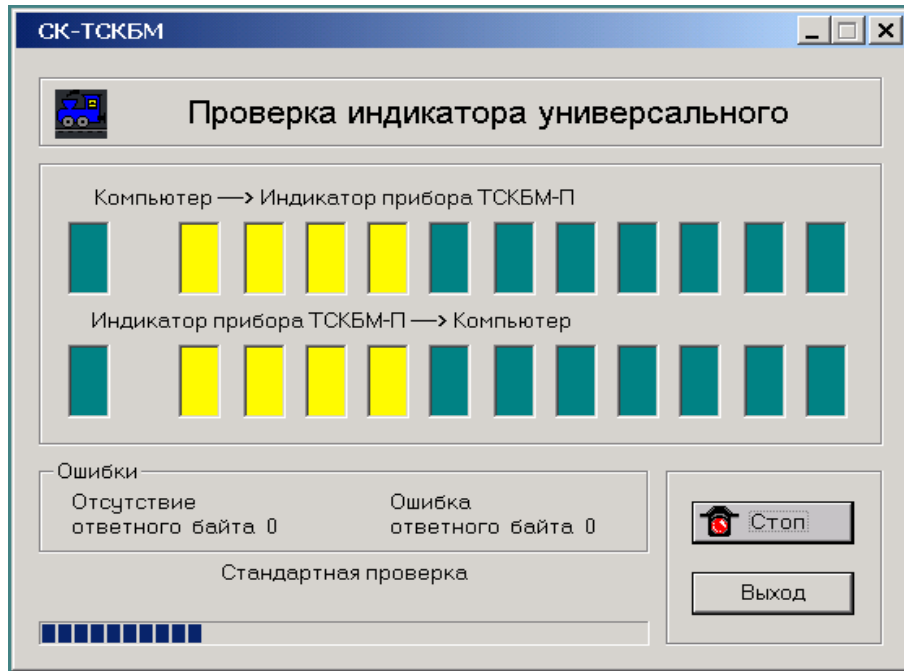

Рисунок 2.17 – Тест **Стандартная проверка**
- 6) Далее программа запускает тест **Стандартная проверка**, который проверяет весь индикатор работоспособности – 11 желтых градаций и один красный индикатор на ТСКБМ-П в режиме постоянного свечения, см. рисунок 2.17. Во время работы программы убедитесь, что: